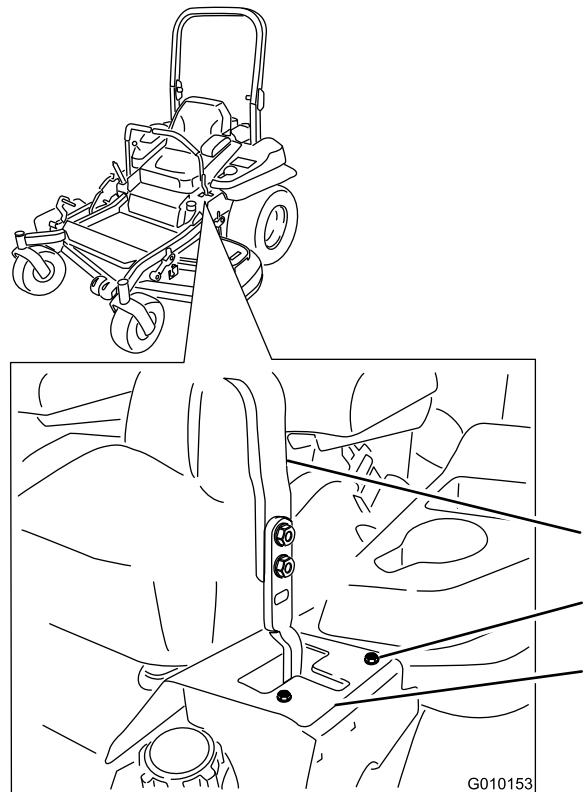

Figure 60
- Si elle se déporte à droite, desserrez les boulons et déplacez la plaque de butée gauche en arrière sur la fente en T gauche, jusqu'à ce que la machine se déplace en ligne droite (Figure 60).
- Si elle se déporte à gauche, desserrez les boulons et déplacez la plaque de butée droite en arrière sur la fente en T droite, jusqu'à ce que la machine se déplace en ligne droite (Figure 60).
6. Serrez les boulons de la plaque (Figure 60).